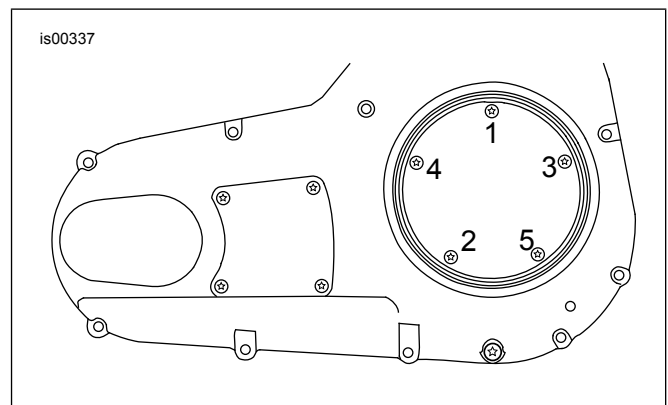

Figure 1. Séquence de serrage, couvercle d'inspection de l'embrayage
5. Poser la trappe d'embrayage (1) et le joint sur le couvercle de carter de chaîne primaire à l'aide des vis et rondelles du kit. Serrer les vis à un couple de 10–12 N·m (84–108 in-lbs) selon la séquence indiquée dans Figure 1.